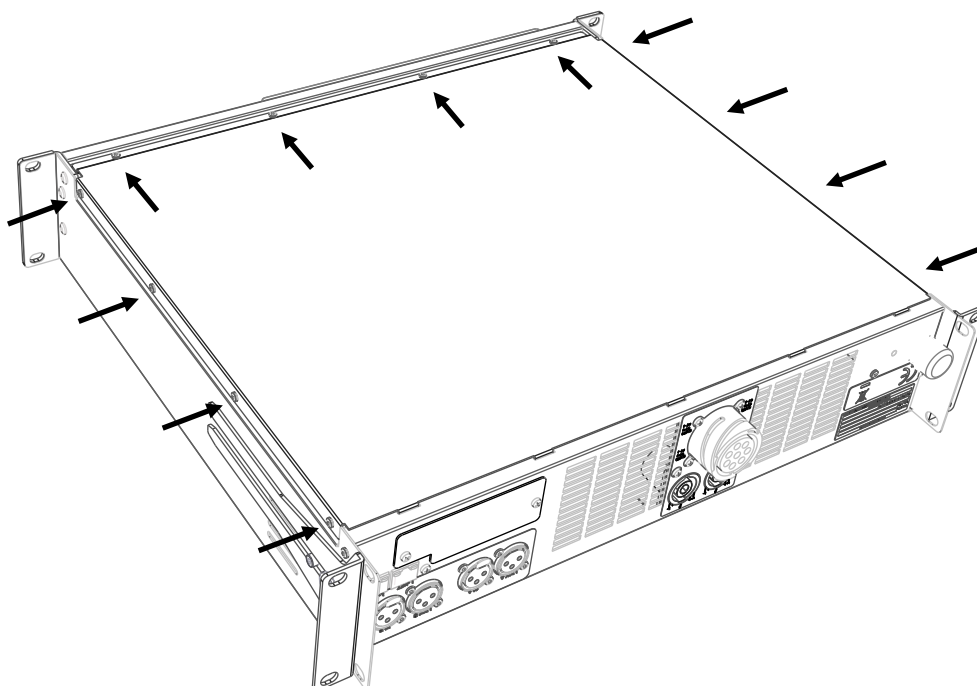

図 3: バックカバーのネジの位置
7. コントローラーのバックカバーを元に戻し、図3で示されている位置にトルクスネジ 12個を締めます。